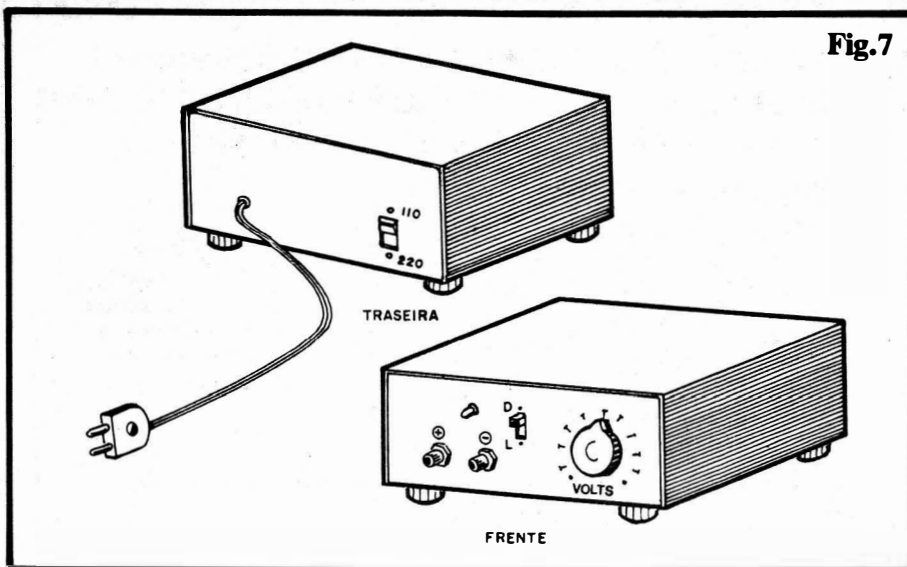

Fig.7
- **FIG. 7** - SUGESTÃO PARA A CAIXA FINAL - Como a idéia é produzir um instrumento de bancada, de Laboratório, embora ele deva (por puras razões estéticas...) ser "bonito", elegante, o principal requisito é que seja... PRÁTICO! Assim, uma disposição despojada, direta, como a mostrada, será sempre a melhor... No painel frontal ficam os jaques "banana" de Saída da FREL, o LED piloto, o interruptor geral e (principal controle) o potenciômetro de ajuste da Tensão de Saída, com seu **knob** indicador girando sobre uma escala graduada (**dial**), cujas divisões deverão estar marcadas com os valores de "voltagem" entre 1,5V e 13,5V. Pés de borracha na base darão estabilidade mecânica e segurança física ao instrumento, sobre a bancada... Na traseira ficam a saída do "rabicho" (passando por um ilhós de borracha, e contendo um nó, pelo lado de dentro da caixa, de modo que eventuais e acidentais esforços sobre o cabo não possam romper suas conexões soldadas internas) e a chave de escolha da Tensão da rede local ("110-220").